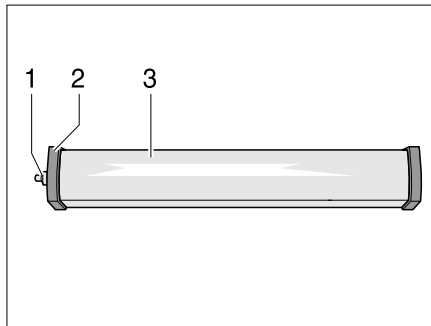

Bild 257 Raumleuchte
- Kappe (Bild 257,1) abschrauben.
- Deckel (Bild 257,2) abnehmen.
- Leuchtenabdeckung (Bild 257,3) leicht zusammendrücken und abnehmen.